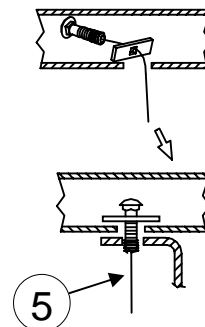

Figure 3.
4. Pour les trous les plus à l'arrière, faire passer les boulons de carrosserie et les blocs-espaceurs dans le trou arrière, puis plus vers l'arrière et le bas à travers le trou. Voir la figure 3.